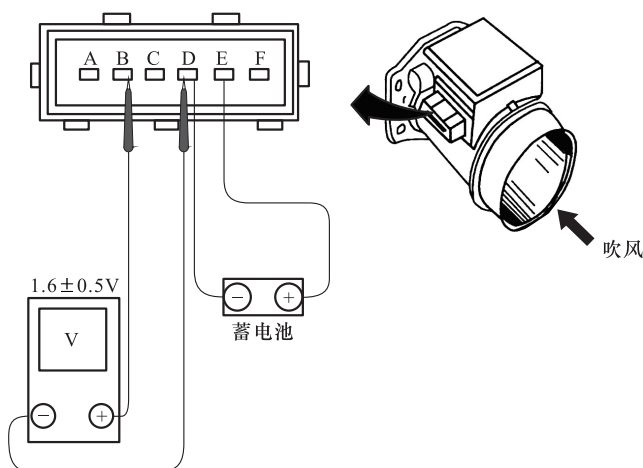

图 5-15 动态测量热线式空气流量传感器接线图
4) 动态检查（图 5-15）：保持静态检查的接线状态不变，用电风扇向空气流量传感器进口吹入空气的同时，用电压表测量 B、D 端子间的电压，正常值应为 2~4V。如果测得